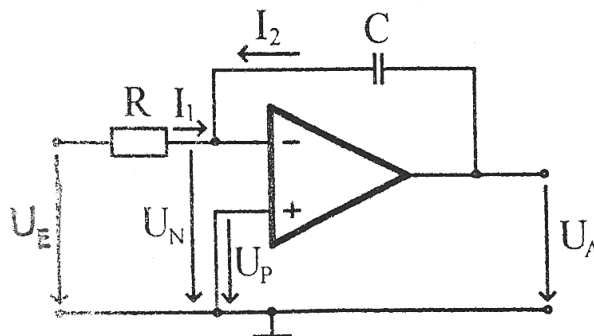

Abbildung 11: Der Integrator
Eine weitere mathematische Operation, die sich mit Operationsverstärkern elektronisch umsetzen lässt, ist die Integration mit der Schaltung nach Abb. 11.
- **Integrator** (Abb. 11)